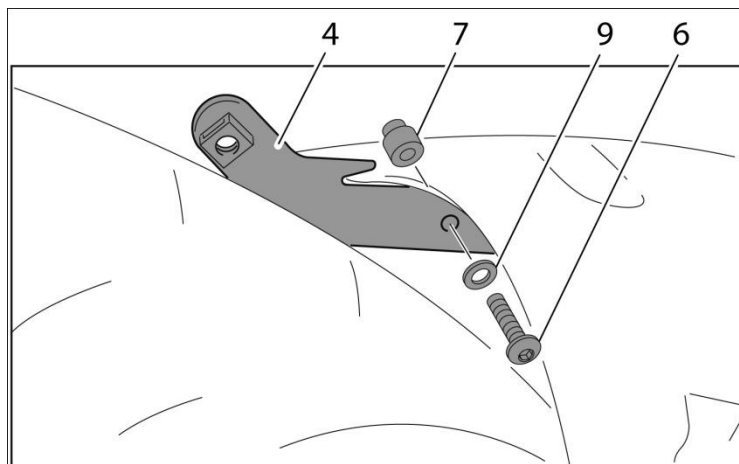

FIGURE 2
- 2- Para el lado contrario, sacar la guía de cadena que se encuentra en el interior del basculante. A continuación colocar el casquillo (7) en el interior de la guía y fijar el herraje (4) con el tornillo (6) y la arandela (9) suministrados tal y como indica la fig.2. La arista del herraje debe quedar apoyada en el basculante tal y como muestra la fig.2. Para efectuar esta operación es recomendable sacar la cadena de la motocicleta y retrasar la rueda para facilitar el acceso a la zona.
- 2- On the other side, remove the chain guide that is on the interior part of the swing arm. Next, place the cylinder (7) in the guide's inferior and tight the hardware (4) with the screw (6) and washer (9) supplied as the figure 2 shows. The edge of the hardware should rest on the swing arm as the figure 2 shows. In order to do this, it is recommended to take out the chain and put back the wheel to ease the access to the area.